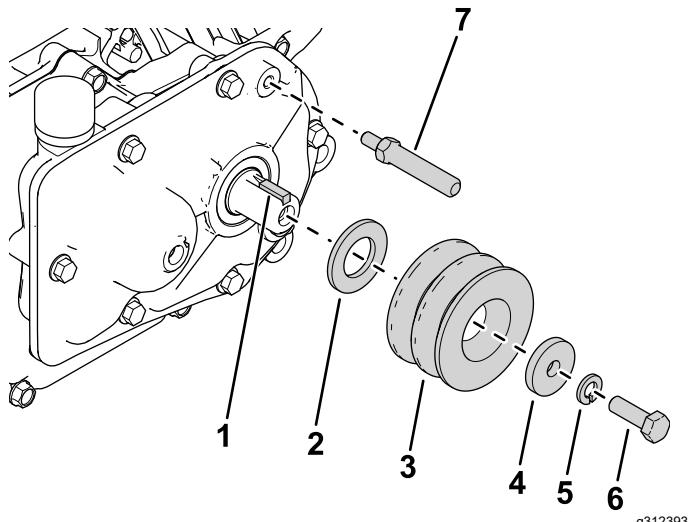

図 2
2. 出力シャフトに四角キーを取り付ける図 2。
3. 図 2 のように、新しいワッシャ (M20)、駆動ブーリ、ワッシャ ( $5/16$ ")、ロックワッシャ、ボルト ( $5/16 \times 1"$ ) を取り付ける。
4. ギアボックスに走行ピボットシャフトを取り付ける図 2。